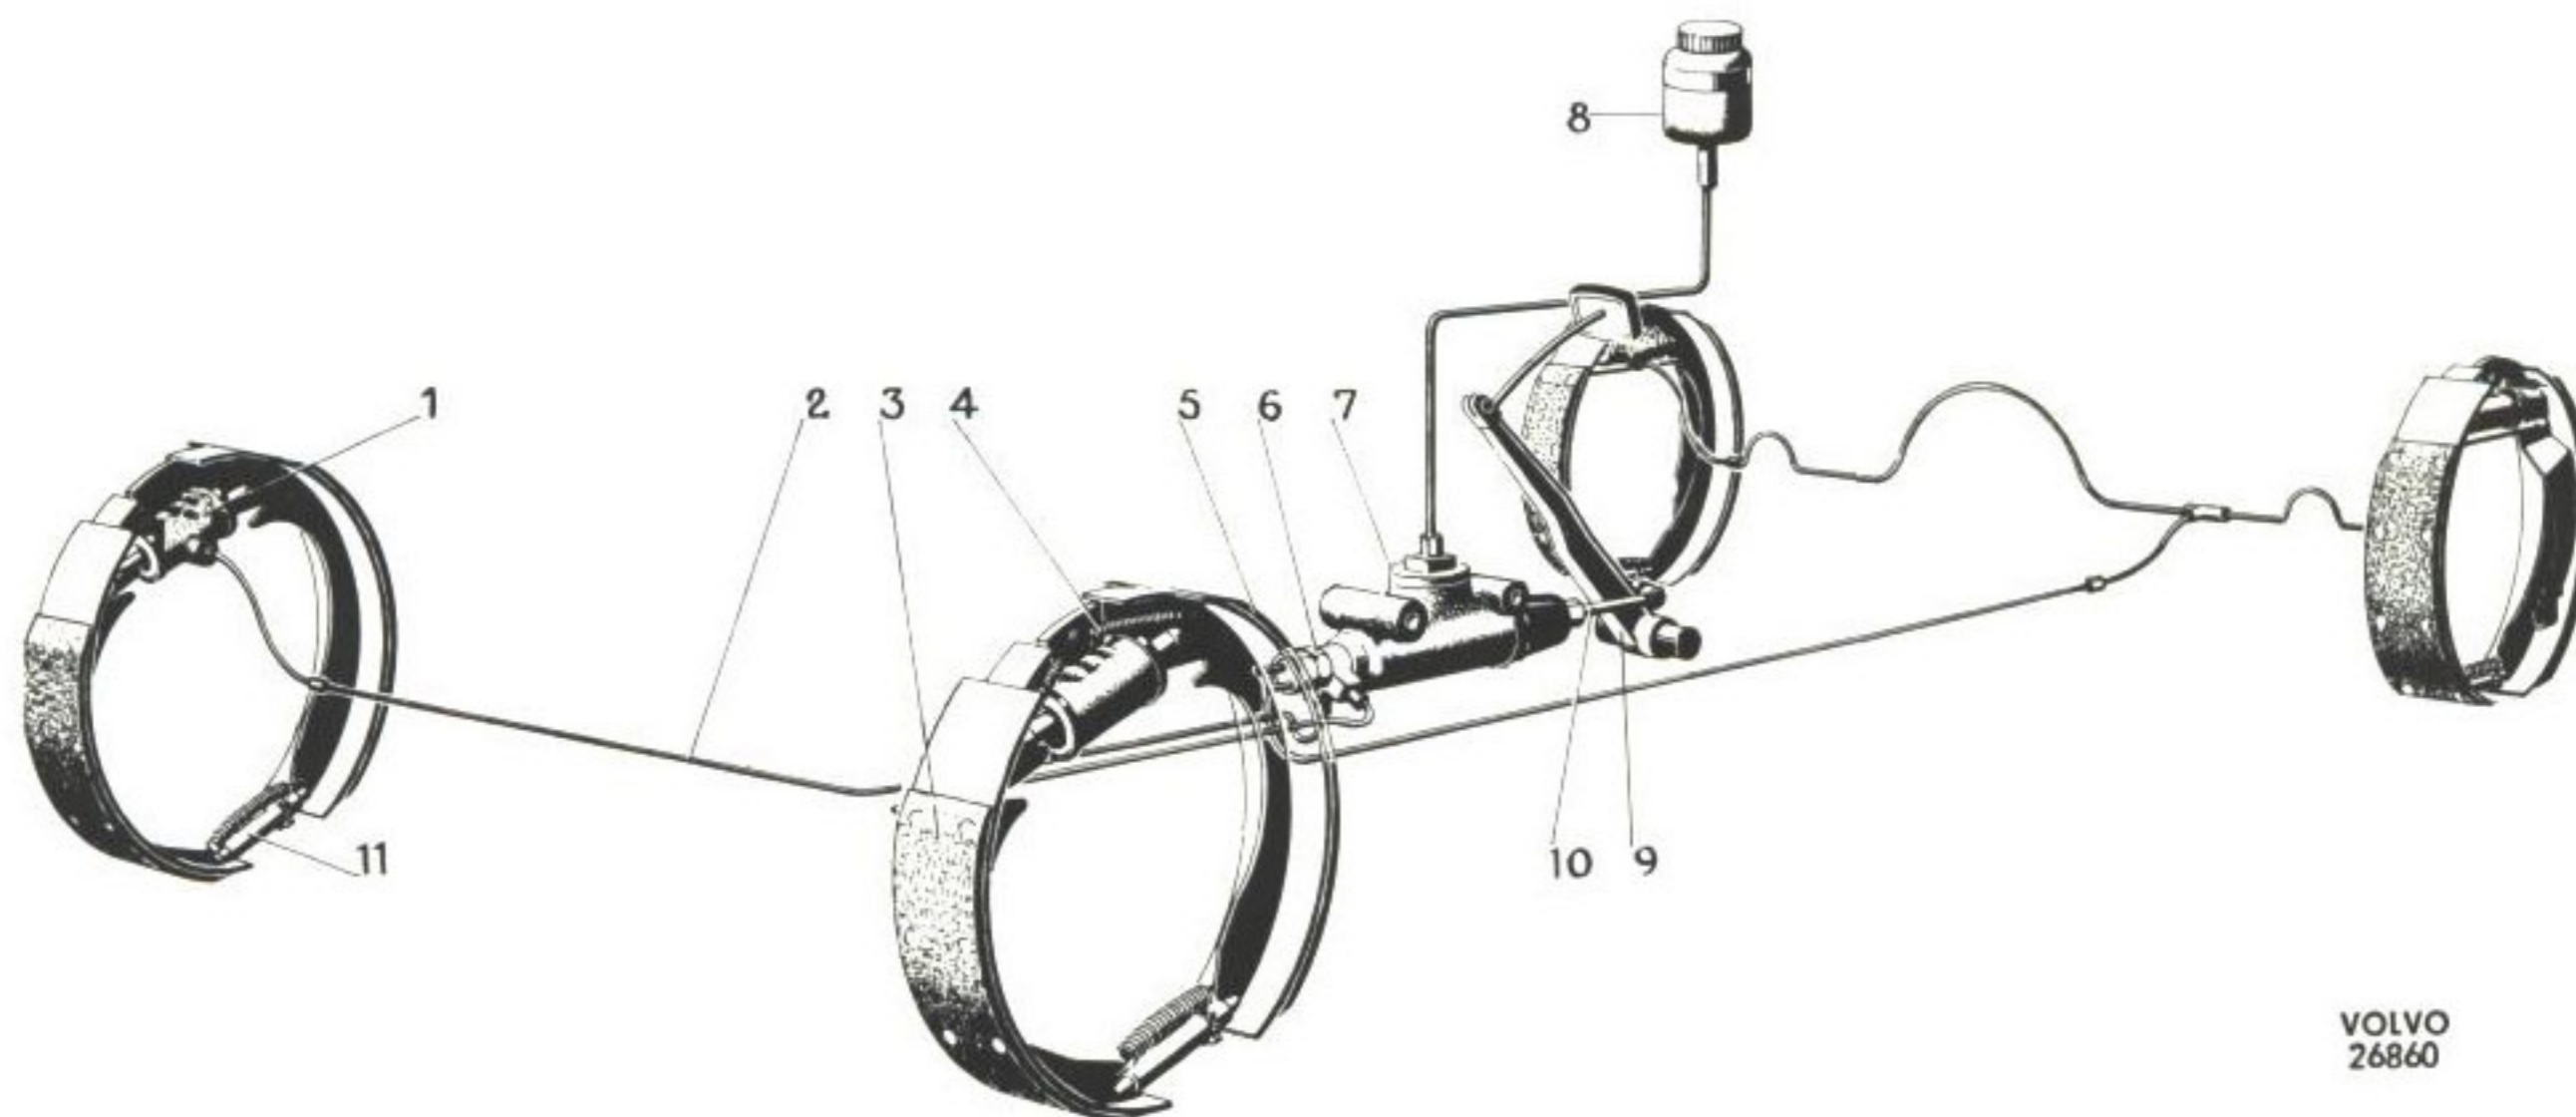

Bild 1. Fotbromssystem.
Bromssystemets utförande framgår av bild 1—5. När bromspedalen (9, bild 1) tryckes ned påverkar den medelst en länkstång (10) och tryckstång kolven i huvudcylindern (7). Därvid stiger det hydrau-